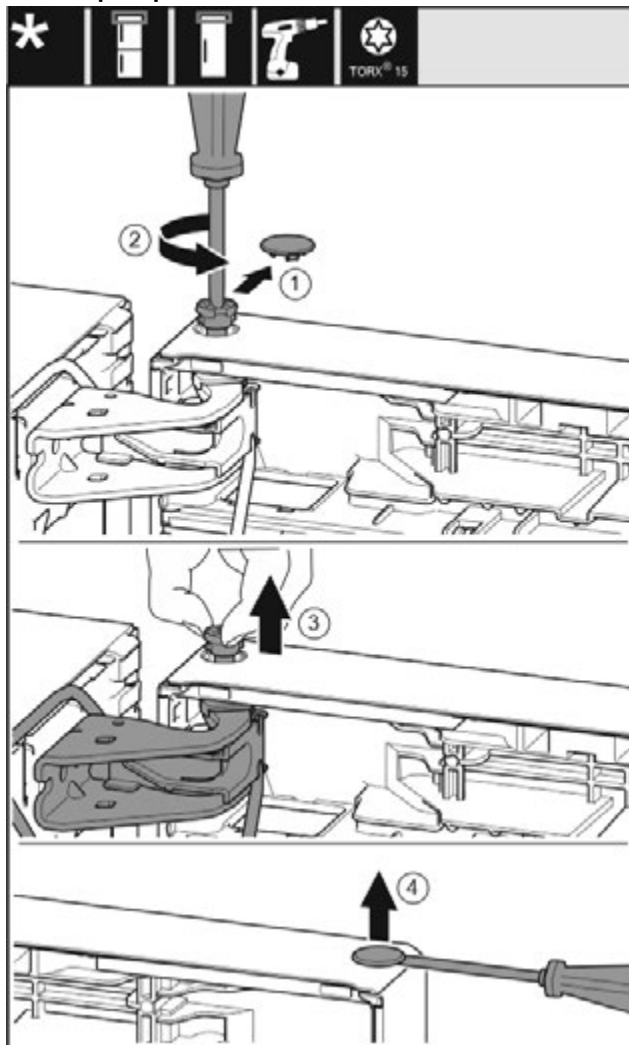

Fig. 18
- ▶ Обережно зніміть запобіжну кришку. Fig. 18 (1)
- ▶ Трохи викрутіть гвинт за допомогою викрутки T15. Fig. 18 (2)
- ▶ Притримуйте дверцята і витягніть палець руками. Fig. 18 (3)
- ▶ За допомогою шліцевої викрутки обережно підійміть пробку із опорного втулка дверцят та витягніть її. Fig. 18 (4)